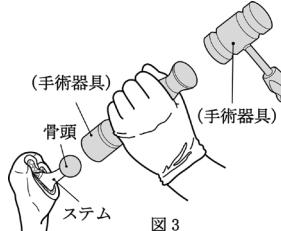

図3
- (4) 骨頭ボールを本製品のテーパー部に装着する（図3）。